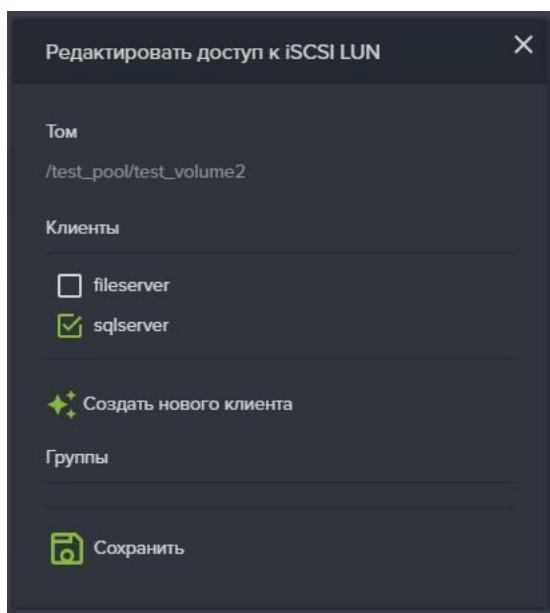

Рисунок 84. Доступ к iSCSI LUN.
3. Нажмите на кнопку «Редактировать доступ», откроется одноименное окно (см. Рисунок 84).
3. Нажать на кнопку «Редактировать доступ», откроется одноименное окно (см. Рисунок 84);
3. Нажать на кнопку «**Редактировать доступ**», откроется одноименное окно (см. Рисунок 84);